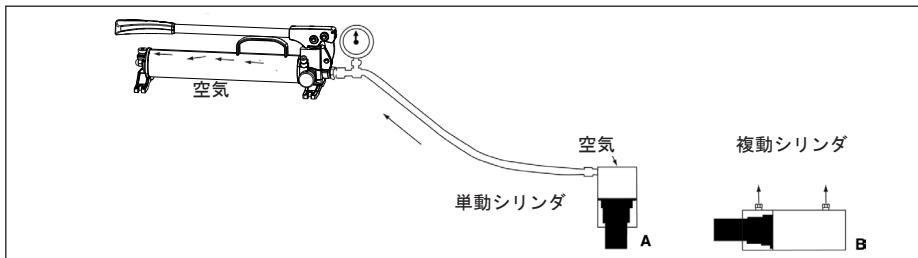

図11: 空気抜き
- ポンプをシリンダよりも高い位置で水平方向に置きます。図11を参照してください。